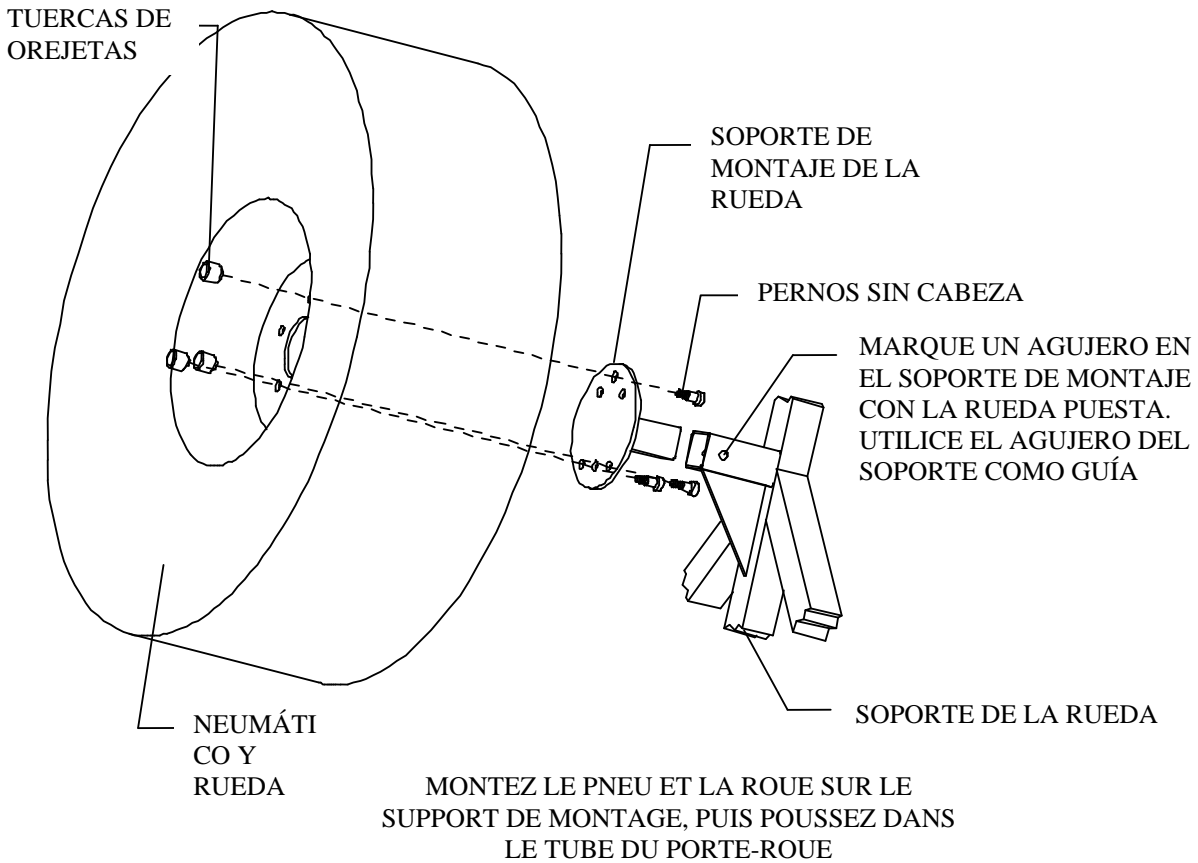

Figura 5
14. Una vez que los pernos estén instalados, coloque la rueda al soporte de montaje. Deslice el soporte de montaje de la rueda que está en la parte posterior de ésta, en el tubo de montaje del soporte de la rueda. Con la rueda totalmente colocada, marque el soporte de montaje de la rueda utilizando el orificio que hay en el tubo del soporte de la rueda. Desmonte la rueda y su soporte de montaje del soporte del vehículo. **Consulte la Figura 5.**